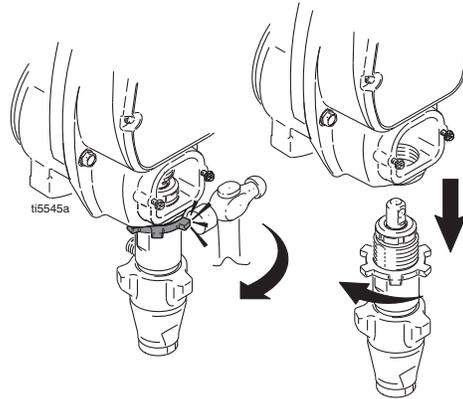

FIG. 16
6. FIG. 16. Desserrer l'écrou en frappant fortement avec un marteau de 20 oz. Dévisser la pompe.